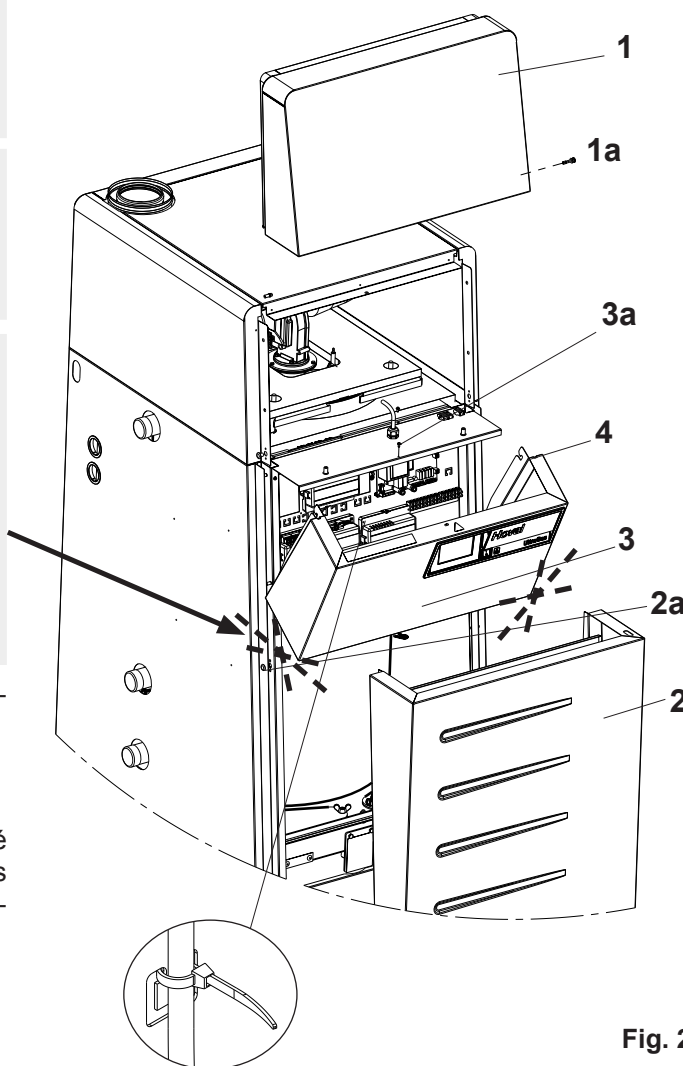

Fig. 22
Ne saisissez pas le boîtier électrique au niveau de la zone indiquée (Fig. 22) lorsque vous le faites basculer.
1. Retirer le cache frontal (1, Fig. 22) ; pour cela dégager le goujon de fixation latéral (1a, Fig. 22) (le tourner d'env. ¼ de tour vers la gauche puis le sortir jusqu'à la butée). Soulever le cache avant (1, Fig. 22) en position droite vers le haut et le retirer vers l'avant.
2. Retirer le cache frontal inférieur (2, Fig. 22) ; pour cela dégager le goujon de fixation latéral (2a, Fig. 22) (le tourner d'env. ¼ de tour vers la gauche puis le sortir jusqu'à la butée). Soulever légèrement le cache frontal inférieur (2, Fig. 22) et le retirer vers l'avant.
3. Déposer la vis de sécurité (3a, Fig. 22) à droite.
4. Soulever le tableau électrique (3, Fig. 22) et le faire basculer vers l'avant.
5. Introduction des câbles conformément aux dimensions (paragraphe 3.3 Dimensions, pos. 6).